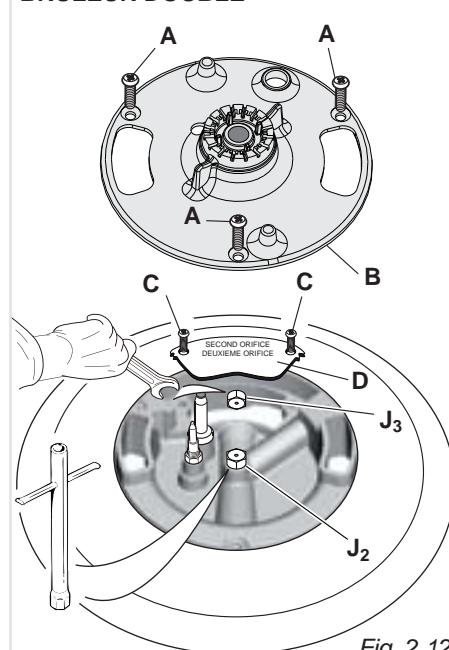

Fig. 2.12
(\*) couronne intérieure ("J2" dans la figure 2.12)
(#) couronne extérieure ("J3" dans la figure 2.12)
- Seulement pour le brûleur double (fig. 2.12): Dévissez les trois vis "A" et enlevez le diffuseur de flammes intérieurs "B"; ensuite dévissez les deux vis "C" et enlevez la plaquette de recouvrement "D".
- Seulement pour le brûleur double (fig. 2.12): Remontez la plaquette de recouvrement "D" et vissez les deux vis "C"; ensuite remontez le diffuseur de flammes intérieurs "B" et vissez les trois vis "A".